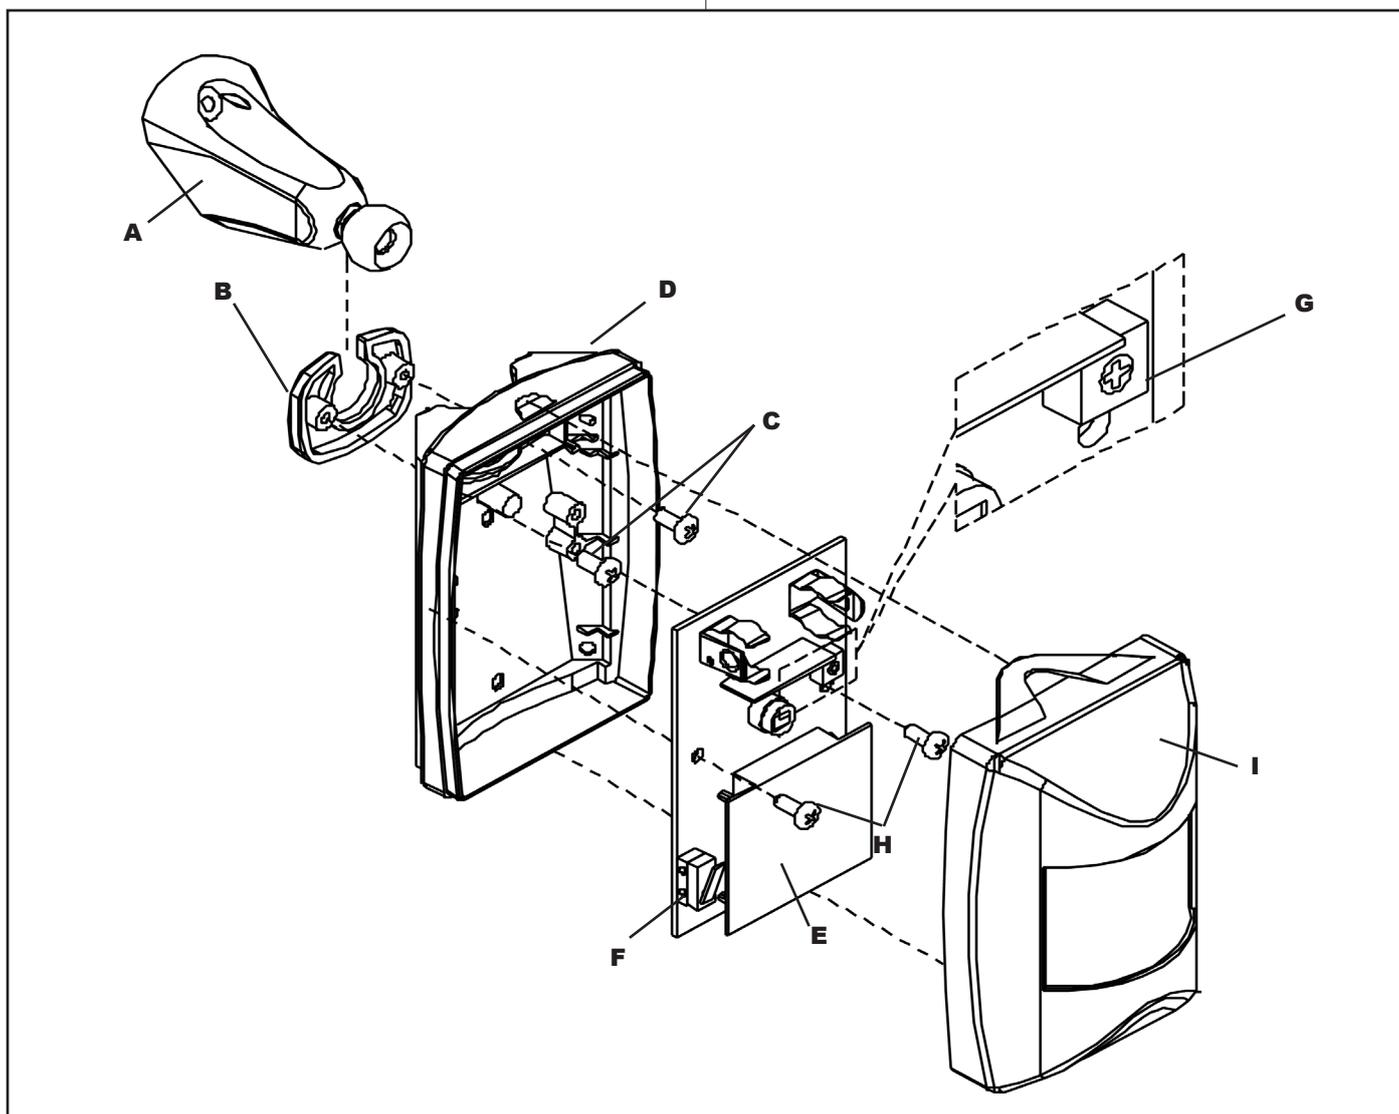

Fig. 1
- Fissare il gambo dello snodo (fig. 1 A) sul muro o sul soffitto utilizzando il tassello in dotazione;
- Aprire il rilevatore facendo leva sugli agganci elastici (H);
- Svitare le due viti parker (I) ed asportare la scheda elettronica (E);
- Inserire il gambo dello snodo (A) nel collare di alluminio (B), far aderire il tutto con la parte posteriore del fondo del rilevatore (D) quindi fissare a pacchetto i tre particolari, utilizzando le due viti metriche (C);
- Terminato l'orientamento, bloccare il movimento dello snodo serrando le due viti (C);
- Rimontare la scheda elettronica (E) fissandola con le viti parker (I);
- Fasten the arm of the bracket (fig. 1 A) to the wall or ceiling using the plug provided
- Open the detector by levering the elastic hooks (H)
- Remove the two screws (I) and take out the electronic board (E)
- Insert the arm of the bracket (A) into the aluminum collar (B), ensure that everything adheres to the rear of the detector base (D) then secure the three parts in a pack, using the two metric screws (C).
- After adjusting the direction, block movement of the bracket by locking the two screws (C)
- Mount the electronic board (E) using the screws (I)
Per attivare la supervisione premere velocemente tre volte il microswitch di antisabotaggio entro i 30 secondi di self-test iniziale (F – Fig 1) e verificare che i tre LED lampeggino nel seguente modo:
To activate the monitoring function press quickly three times the tamper during the 30 seconds of power-on self-test (F- Fig. 1) and verify that the three LEDs flashing as follow: